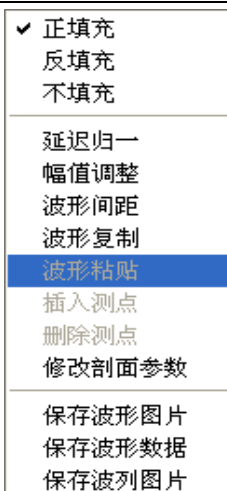

图 4.26
B) 波列操作：在波列窗口中，当单击鼠标右键时，可以弹出图 4.26 所示菜单。